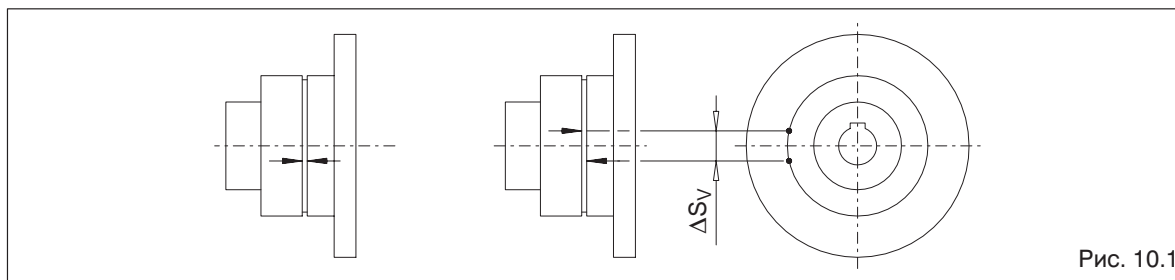

Рис. 10.1
Если для эксплуатации муфты повышенный зазор муфты не будет являться недостатком, то гибкие пакеты (12) могут оставаться в эксплуатации до тех пор, пока не будет достигнут определенный предел износа для их замены. Для оценки износа, в таблице 10,1 приводится разрешенный люфт кручения, перерасчитанный на размер хорды ΔS_V у внешнего диаметра муфты. Для определения размера ΔS_V нужно повернуть муфтовую часть без момента вращения вплоть до упора и нанести на муфтовую часть метку (смотри рис. 10.1). Путем поворачивания муфтовой части в противоположную сторону вплоть до упора метки расходятся. Расстояние между метками является хордовым размером ΔS_V . Если размер ΔS_V превышает приведенное в таблице 10,1 значение, то нужно заменить пакет (12).